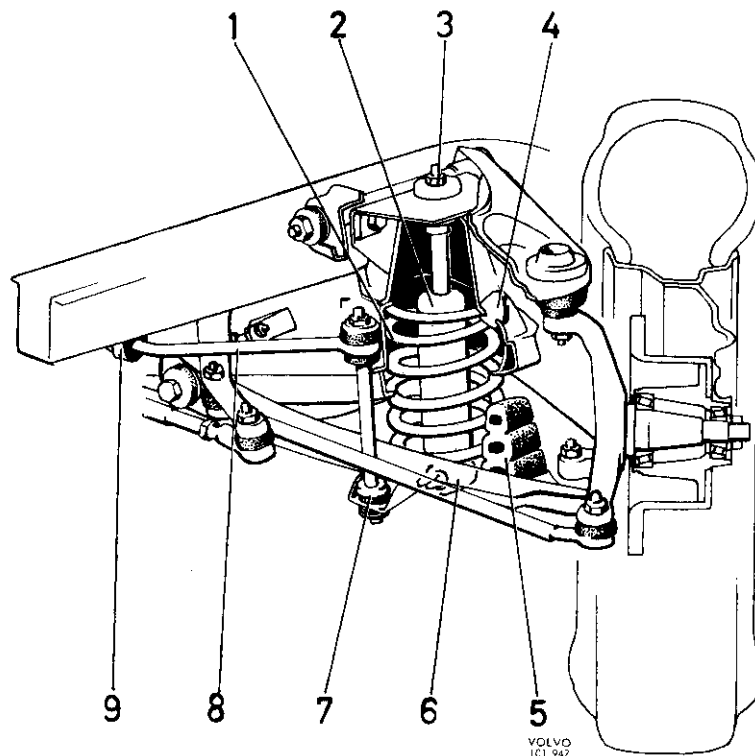

Abb. 2 Vorderfeder und Stoßdämpfer
Der Oberteil der Vorderfedern (1, Abb. 2) ist im Vorderachsträger in einem Gehäuse gelagert, der Unterteil in den unteren Querlenker. Die unteren Querlenker sind außerdem mit Gummipuffern (5) versehen, deren Aufgabe in der Aufnahme von eventuellem Durchschlag beim Herunterfedern besteht. Der Vorderachsträger ist mit Gummipuffern (4) für die Begrenzung der vertikalen Bewegungen der Querlenker versehen.
4. Lenkstange vom Lenkhebel lösen. Klemme für die Bremsschläuche lösen. Schraube (7, Abb. 2) für den Querstabilisator entfernen.
Der Querstabilisator (8, Abb. 2), der teils an den beiden unteren Querlenkern (7) und teils an der Karosserie (9) befestigt ist, erhöht den Querneigungswiderstand des Fahrzeuges.